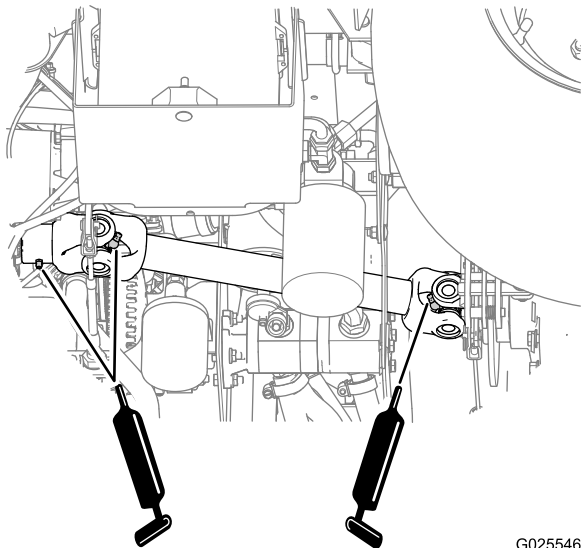

**Figura 38**
- **Travão (1);** consulte Figura 38
- **Acelerador (1);** consulte Figura 38